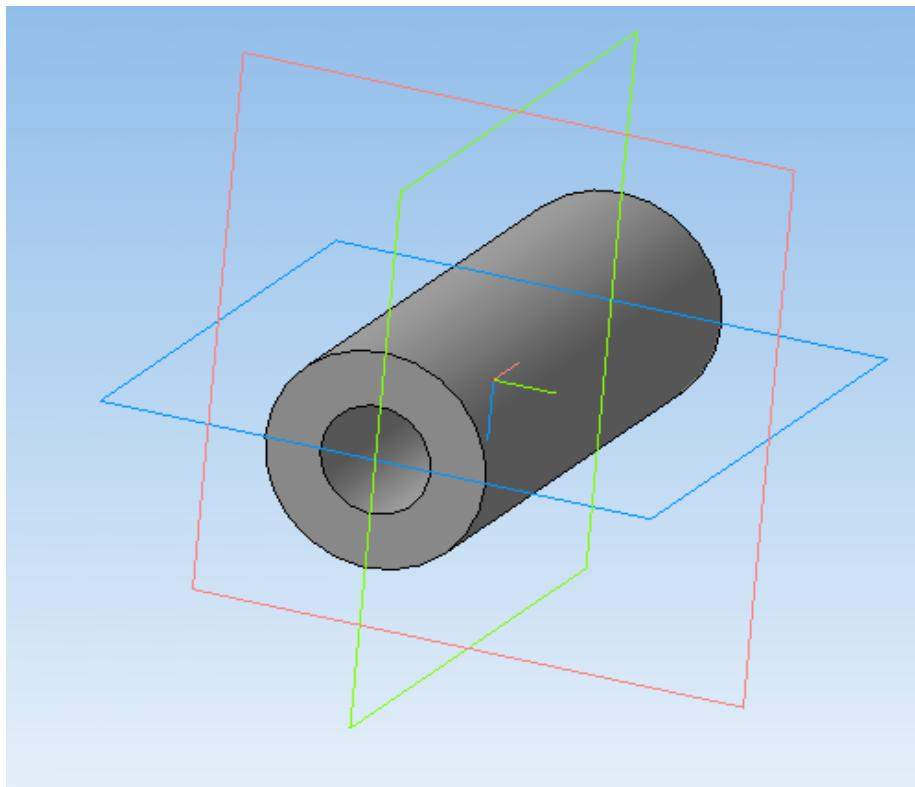

Рис.16
13. Зажав колёсико мыши, вы можете изменять положение детали, передвигая при этом мышь (рис. 16).